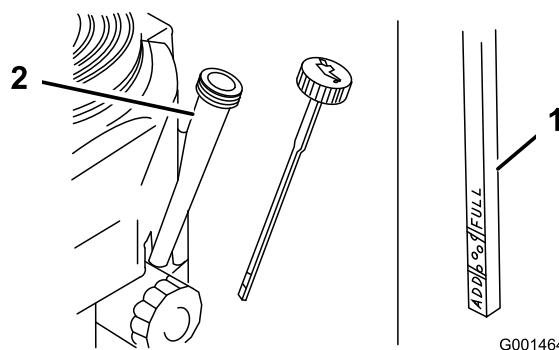

Figure 28
4. Nettoyez la surface autour de la jauge d'huile (Figure 28) pour éviter que des impuretés ne
5. Retirez la jauge d'huile et essuyez soigneusement son extrémité (Figure 28).
6. Remettez la jauge au fond du tube de remplissage, mais sans la visser (Figure 28).
9. Versez avec précaution environ 80% de la quantité d'huile spécifiée dans le goulot de remplissage (Figure 28)